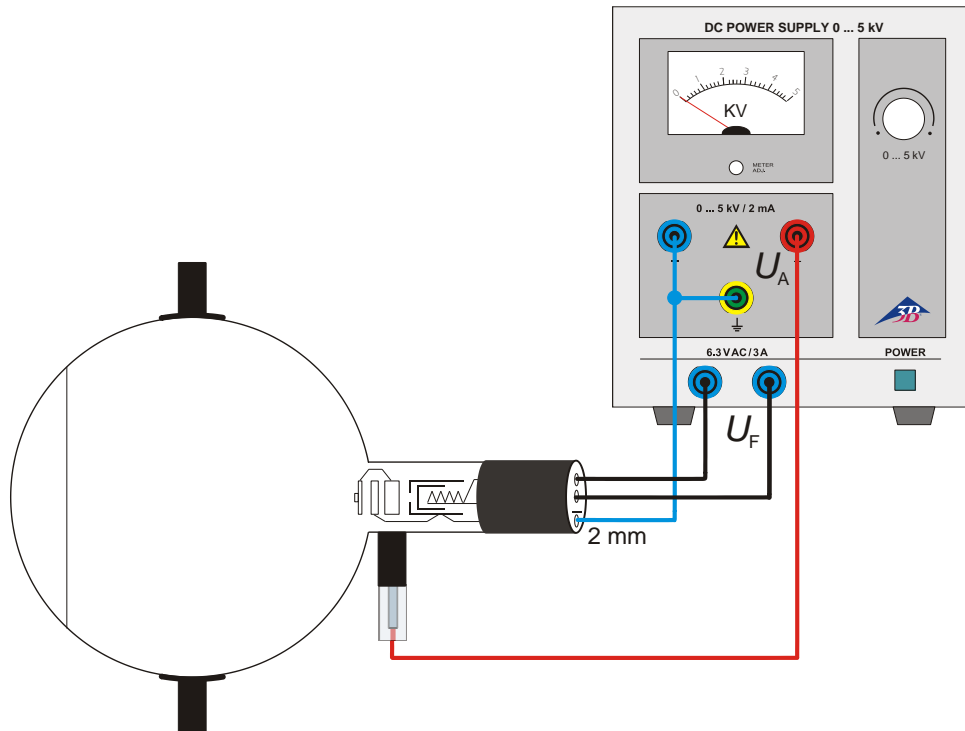

Fig. 2 Circuito do tubo de difração de elétrons D
- Montar a experiência conforme a fig. 2. Conectar o pólo negativo da tensão anódica através dos conectores de 2 mm.